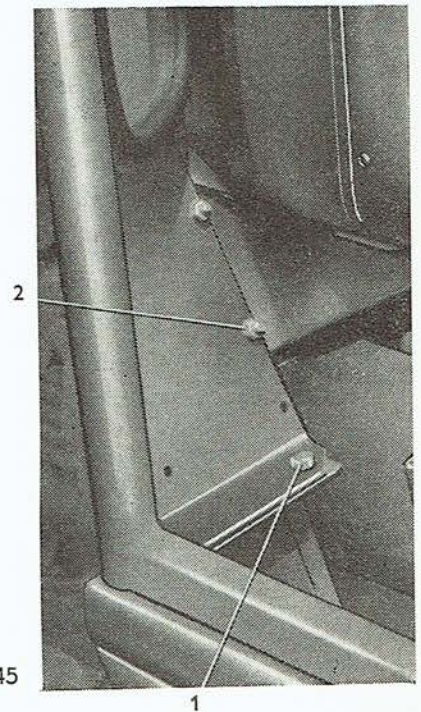

Abb. 145
6. Im Vorderteil des Fahrerhauses sind in zwei Öffnungen auf jeder Seite eine Schraube M 8×20 (Abb. 145/1) einzuschieben, welche das Fahrerhaus am Untersatz festhalten. Auf die Schrauben sind Unterlagscheiben $\varnothing 8,2$ aufzuschieben und die Schrauben sind mit Muttern M 8 sorgfältig festzuziehen.
9. In die Bohrungen sind Schrauben M 6×15 einzuschieben, auf die Schrauben elastische Unterlagscheiben $\varnothing 6,1$ aufzulegen und die Schrauben mit Muttern M 6 (Abb. 145/2) festzuziehen. Die herausragende Eckkante des Untersatz-Blechtes ist einzubiegen.